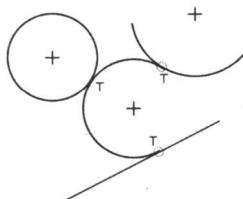

图 1-28 绘制相切圆弧
(1) 单击 按钮，然后依次选择三个不同的图元，如圆、圆弧或直线等。
(2) 单击鼠标中键确认，完成相切圆弧的绘制，如图 1-28 所示。